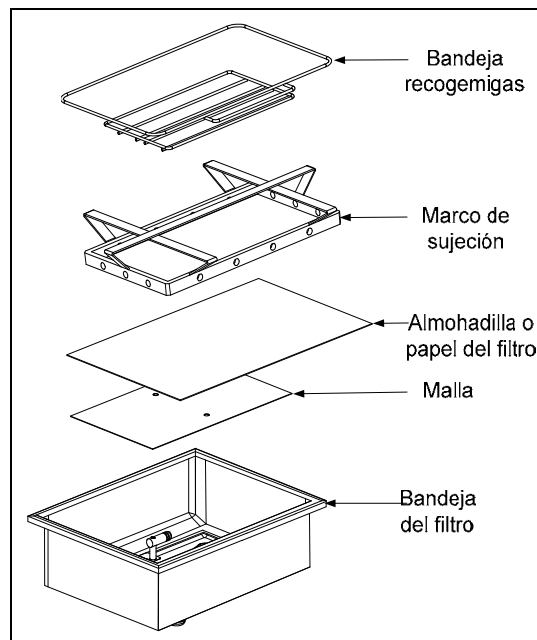

Figura 1
1. Extraiga la bandeja del filtro del armario y quite la bandeja recogemigas, el marco de sujeción, el papel del filtro y la malla del filtro (ver Figura 1). Limpie todos los componentes con una solución de detergente y agua caliente y luego séquelos completamente.
3. Luego, en orden inverso, coloque la malla de filtración metálica en el centro del fondo de la bandeja, entonces ponga una hoja de papel de filtro sobre la malla, sobresaliendo en todos lados (ver figura 1). Si utiliza una almohadilla de filtro, cerciórese de que el lado áspero quede hacia arriba y ponga la almohadilla sobre la malla, cerciorándose de que esta quede entre los bordes grabados de la almohadilla del filtro.